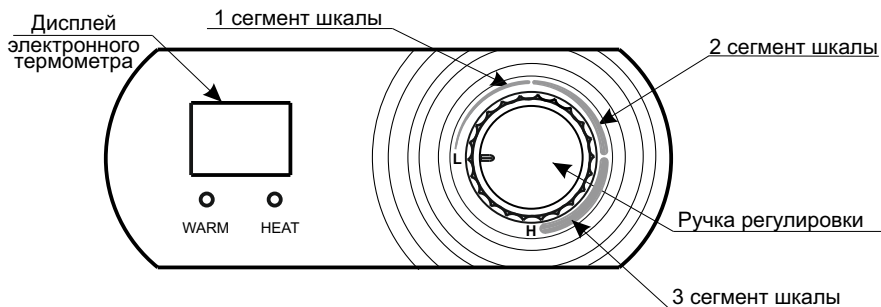

Рисунок 1 - Панель управления
- По желанию потребитель может изменить температуру нагрева воды с помощью ручки регулировки. Поворотом ручки регулировки по часовой стрелке в сторону максимальной установки температуры нагрева воды (на шкале обозначена буквой «**H**»). Ориентировочное положение ручки терморегулятора при нагреве воды до 60 °С - середина 3 сегмента шкалы. При максимальном нагреве воды ручка регулировки должна быть установлена в положение «**H**» - нагрев до 75 °С (см.рисунок 1).